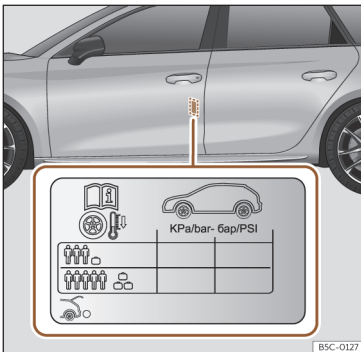

Fig. 227 Ubicación del adhesivo de la presión de inflado de los neumáticos.
- Adapte la presión de los neumáticos a la carga que lleva el vehículo >>> **fig. 227**.
Los valores de la presión de inflado se indican en la etiqueta adhesiva situada en la zona posterior del marco de la puerta delantera izquierda >>> **fig. 227**.
La presión de los neumáticos se debe adaptar a la carga actual del vehículo. Si el vehículo va a ir cargado al máximo, debe aumentar la presión de inflado al valor máximo de carga indicado en la etiqueta adhesiva >>> **fig. 227**.
En el caso de una rueda de emergencia mini-mizada (125/70 R16 o 125/70 R18), inflar a 4,2 bar de presión según se indica en la etiqueta de presión de los neumáticos >>> **fig. 227**.
- El conductor es responsable de que todos los neumáticos del vehículo estén inflados a la presión correcta. La presión de inflado recomendada viene indicada en un adhesivo >>> fig. 227.
- Con los neumáticos en frío, deberá mantenerse siempre la presión indicada en el adhesivo >>> fig. 227.